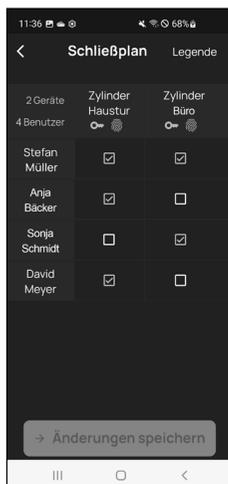

Fig. 3
**! Pour info :** ce tableau devient vraiment intéressant lorsque vous avez plusieurs cylindres et utilisateurs. Vous pouvez alors déterminer en une seule étape et sans complications qui peut accéder à quel cylindre. Dans la Fig. 3, vous pouvez voir un exemple de ce à quoi un tableau rempli peut ressembler, avec des cylindres et des utilisateurs correspondants.